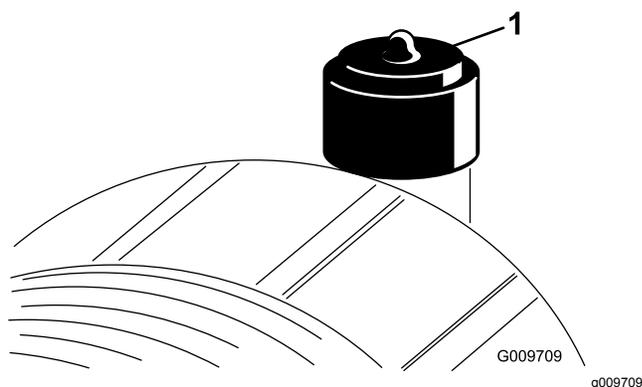

Figura 45
- Sostituite l'elemento del filtro dell'aria quando la relativa spia (Figura 45) è rossa. Non pulite eccessivamente l'elemento del filtro dell'aria.